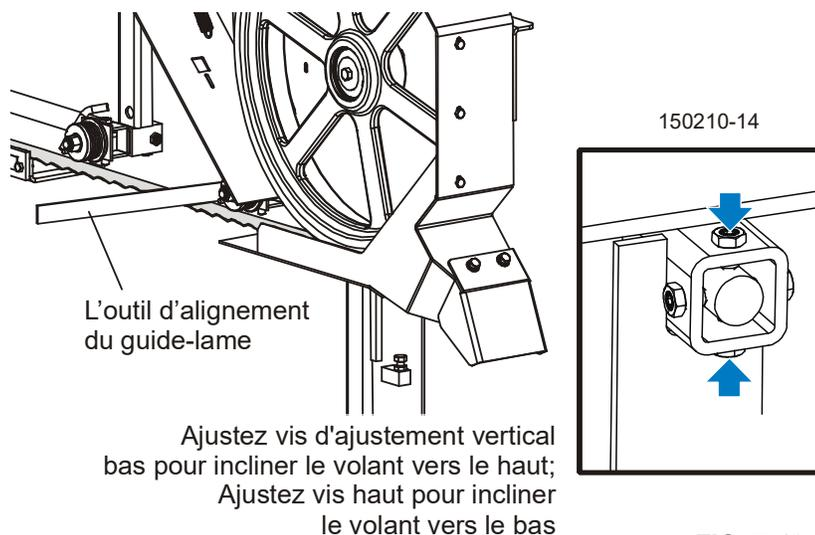

FIG. 7-13
6. Utilisez les vis d'ajustement vertical pour ajuster le volant de la lame du côté entraînement. **Voir FIG. 7-13.**